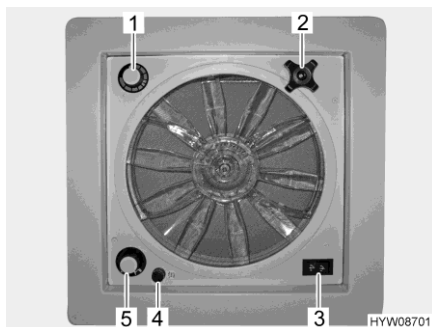

Bild 80 Taklucka med fläkt
- ▷ En säkring 4 A (Bild 80,4) skyddar fläktmotorn från överbelastning. Om en överbelastning har uppstått: Identifiera först orsaken och åtgärda den (t. ex. smutsig fläkt), byt säkringen först då.
- Öppna takluckan:** ■ Vrid på ratten (Bild 80,2) tills önskad öppningsvinkel har nåtts.
- Ventilera/vädra:** ■ Ställ vippreglaget (Bild 80,3) på "Ventilera" (luftström utifrån och in) eller "Vädra" (luftström inifrån och ut).
- Stänga av fläkten:** ■ Ställ vippreglaget (Bild 80,3) på mittläget.
- Ställa in fläkthastighet:** ■ Ställ in vridreglaget (Bild 80,5) på önskat steg:
- Ställa in temperaturen:** ■ Skjut termostaten (Bild 80,1) i den blå riktningen så långt det går.
- Byta säkring:** ■ Vrid med det svarta locket (Bild 80,4) ett kvarts varv moturs.